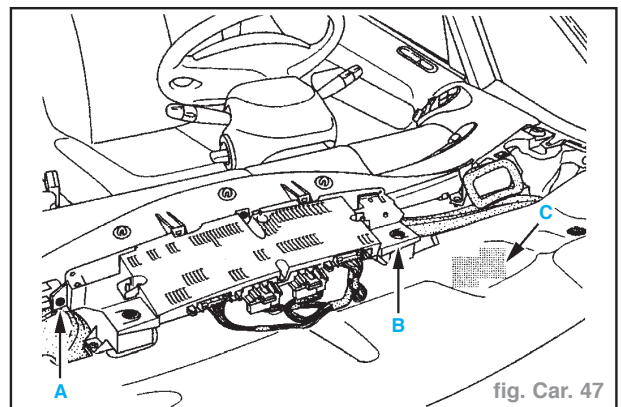

fig. Car. 47
- Boucher les cavités (C) de chaque côté du combiné (fig. Car. 47).
- les trois fixations arrière (A),
- les deux fixations verticales (B).
- Retirer les chiffons des cavités (C).